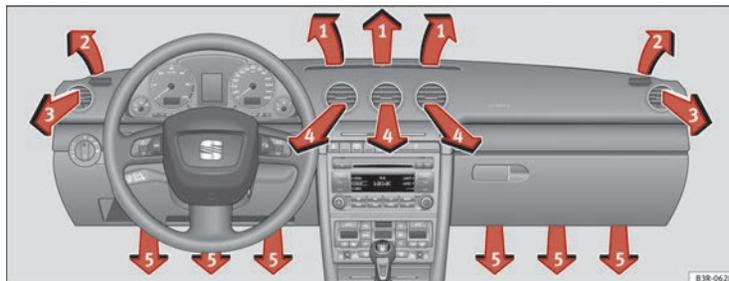

Fig. 132 Tablero de instrumentos: Disposición de los difusores de aire
Los difusores de aire ⇒ fig. 132 ③ y ④ pueden manejarse de la siguiente manera.
Las tres teclas tienen el siguiente significado. Los números hacen referencia a los difusores de aire ⇒ fig. 132.
Tras desconectar el encendido, el motor del ventilador funciona con la energía que le proporciona el techo solar. Para conseguir una ventilación óptima deben estar abiertos los difusores 3 y 4 ⇒ fig. 132.